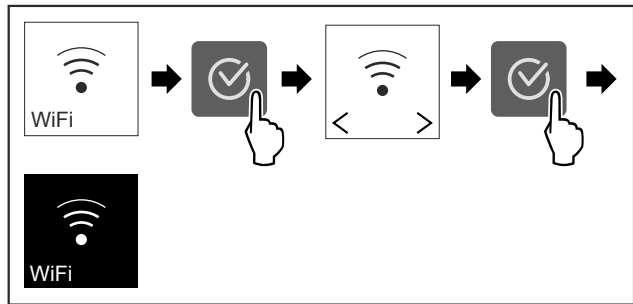

Fig. 30
- ▶ Изпълнете стъпките (виж Fig. 30) .